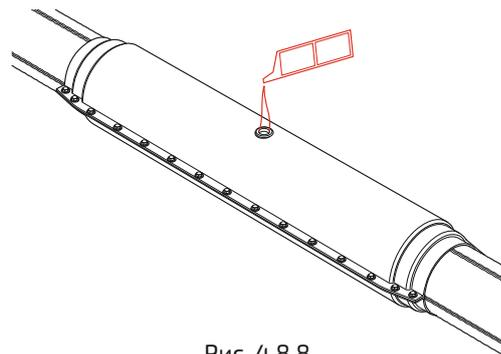

Рис. 4.8.8
8. Выкрутить пробку для заливки пены в верхней половине защитного кожуха. Удалить перемычку пенопакета. Приготовить смесь для заливки путем энергичного встряхивания пенопакета в течение 20-30 секунд. Вскрыть пенопакет и залить полученную смесь через заливочное отверстие (рис. 4.8.8).